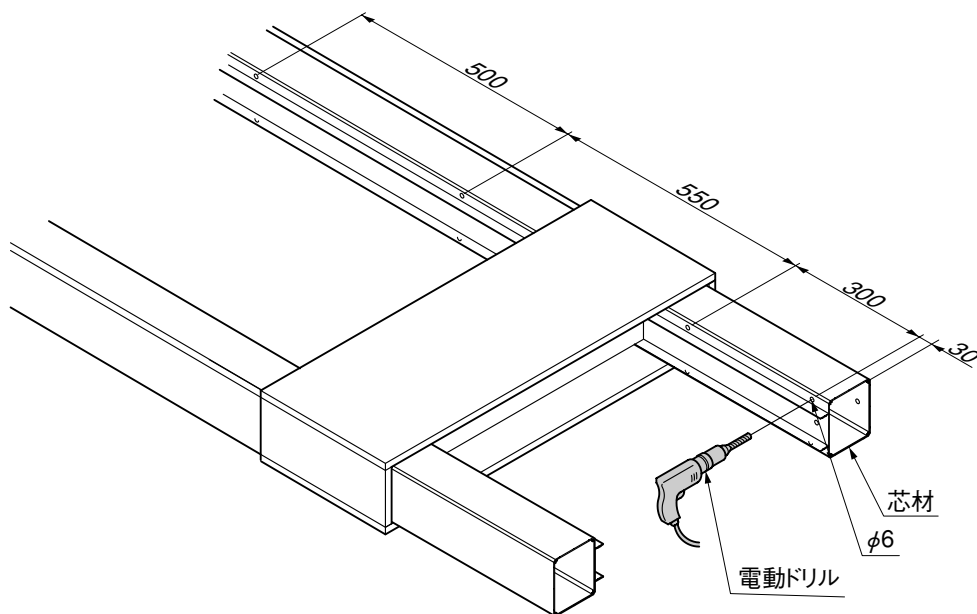
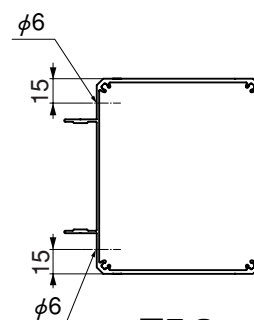

図5-1
図5-2
- ① 壁柱の芯材にφ6の孔をあけてください。(図5-1、図5-2参照)